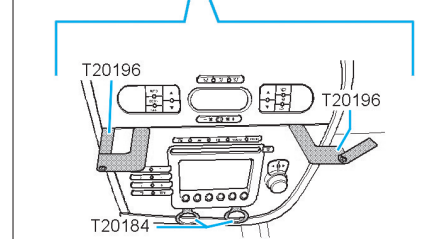

Fig. 40
- Extraire l'autoradio (18) en tirant avec précaution sur les extracteurs inférieurs par les poignées, les extracteurs supérieurs remplissent leur fonction sans les toucher (Fig.40).